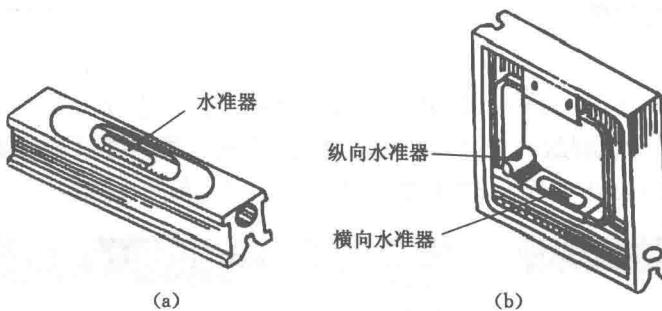

图 1-1-11 水平仪
(1) 普通水平仪,如图 1-1-11(a)所示,由 V 形测量基面用的金属体和读数用的水平器组成,在弧形封闭的玻璃管内留有 1 个小气泡,其表面有刻度。水平仪放在标准水平位置时,水准器的气泡静止在刻度线的中间位置,当被测平面略有倾斜时,水准器的气泡向高处移动,从水准器的刻度上可读出两端高低差值。例如刻度为 0.02 mm/m,即表示气泡每移动 1 格,被测长度为 1 m 的两端高低相差为 0.02 mm 或水平仪倾角  $\theta=4''$ 。
(2) 框式水平仪,如图 1-1-11(b)所示,框式水平仪是由四个相互垂直的工作面组成的正方形,它有纵向和横向两个水准器。用它既能检查平直度,还能检查工件的垂直度。它的规格有 150 mm × 150 mm、200 mm × 200 mm、300 mm × 300 mm 等三种。刻度值有 0.02 mm/1 000 mm 和 0.05 mm/1 000 mm 两种。使用方法与普通水平仪相同。使用时,应仔细擦净表面,精心操作,不允许受到任何撞击。
(3) 气泡水平仪的原理是利用气泡在玻璃管内可经常保持在最高位置的特性。气泡水平仪使用时应先行检查,先将水平仪放在平板上,读取气泡的刻度大小,然后将水平仪反转置于同一位置,再读取其刻度大小。若读数相同,即表示水平仪底座与气泡管相互间的关系是正确的。否则,需用微调螺丝调整直到读数完全相同,才可做测量工作。
(4) 磁性水平仪在测垂直度时可以吸附在垂直工作面上,不用人工扶持,减轻了劳动强度,避免了人体热量辐射带给水平仪的测量误差。